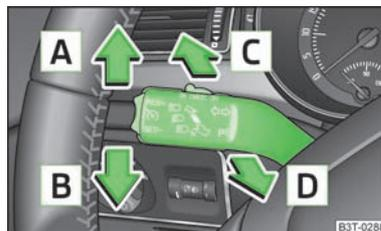

Fig. 38
- Pressione a alavanca para cima **A** » Fig. 38 ou para baixo **B**.